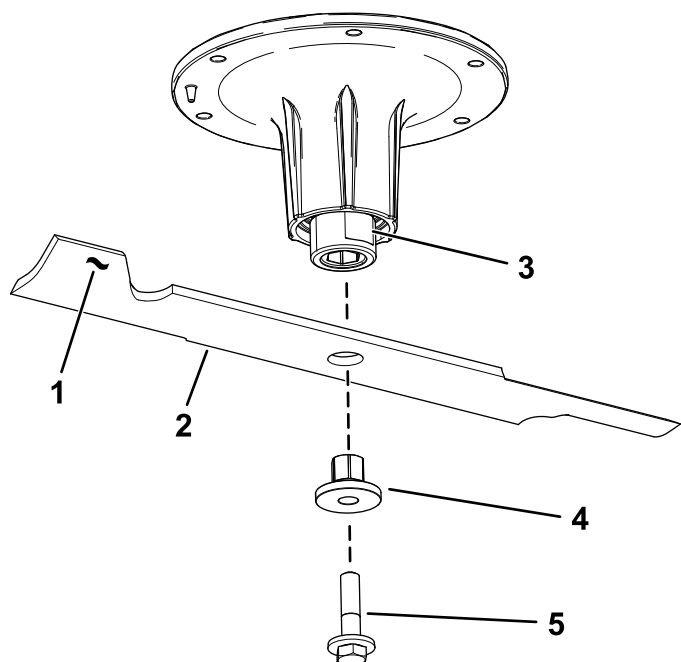

Figure 106
2. Retirez le boulon, la douille et la lame de l'axe de pivot (Figure 106).